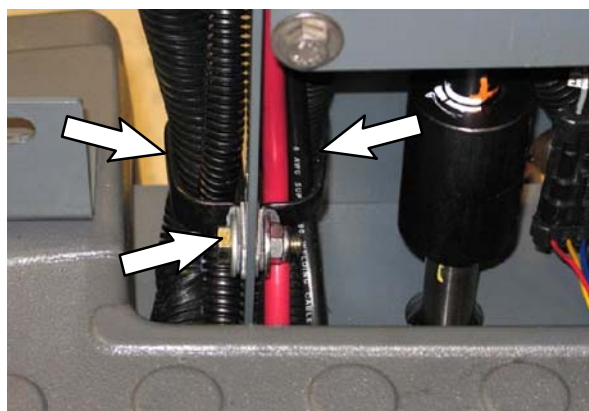

FIG. 13
13. Retire los tornillos de las dos abrazaderas de cable inferiores del canal de dirección. Deje flojas las abrazaderas en el conjunto de cables. (Fig. 13)
NOTA: en caso necesario, retire la abrazadera de cables superior situada encima de la abrazadera en la Fig. 13 para aflojar el juego de cables principal en el canal de dirección.